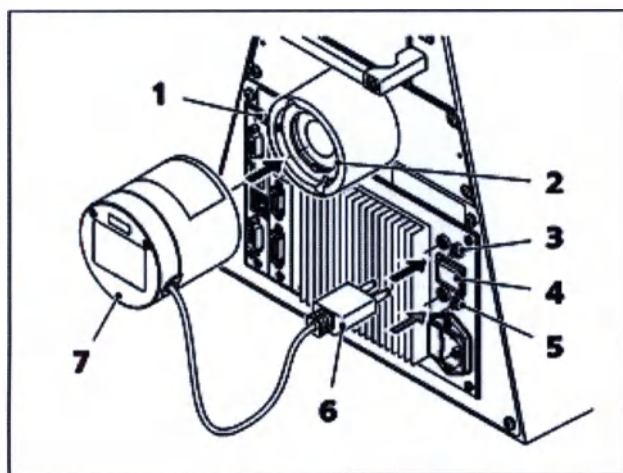

Рис. 49 Установка microLED осветителя
- Раскрутите зажимной винт (рис. 49/1) разъема отраженного света (рис. 49/2) и извлеките галогенную лампу.
- Установите дополнительную лампу (рис. 49/7) с кольцом типа «ласточкин хвост» в разъем (рис. 49/2) и зафиксируйте его зажимным винтом (рис. 49/1) с помощью отвертки с шаровой головкой на 3 мм.
- Подключите трехштырьковый штекер осветителя (рис. 49/6) к верхней или нижней трехштырьковой розетке 12 В / 100 Вт на задней части прибора для работы в проходящем свете (рис. 49/3) или (рис. 49/5) для работы в отраженном свете.
- Для кодированных штативов моделей 3 и 5 установите тумблер выбора режима работы в проходящем/отраженном свете (рис. 49/4) в соответствующее положение: DL — проходящий свет, AL — отраженный свет. При использовании моторизованного штатива переключение между режимами (проходящий / отраженный свет) осуществляется через сенсорный TFT-дисплей.